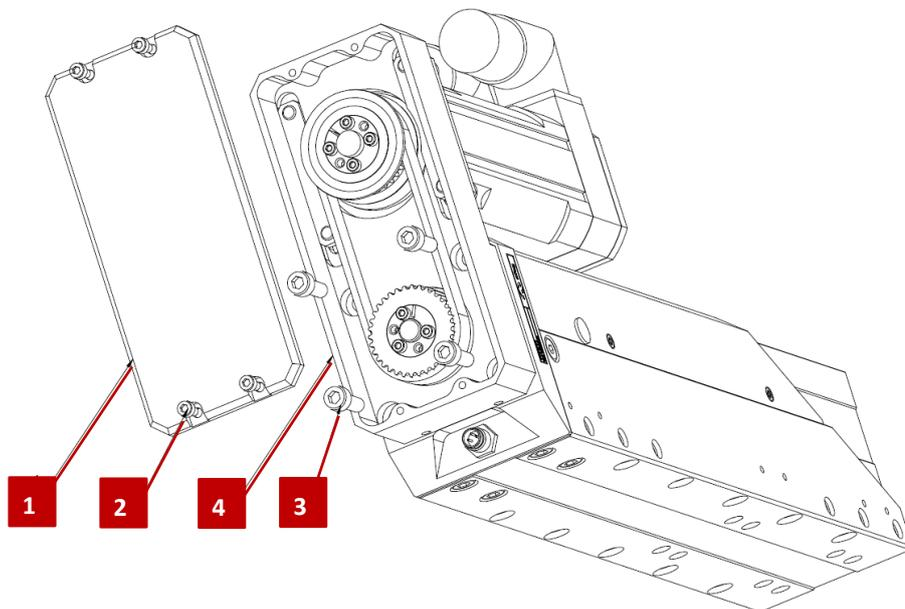

Fig. 8 Changer la position du moteur
3. Enlevez les vis M3x6 (Fig. 8, 2) et retirez le couvercle (Fig. 8, 1).
4. Pour SA-3 et SA-3-FL : Dévisser les 4 vis M4x16 (Fig. 8, 3).
5. Pour SA-6 et SA-6-FL : Dévisser les 4 vis M5x16 (Fig. 8, 3).
6. Tournez le boîtier (Fig. 8, 4) de 90° vers la gauche ou la droite (pivoter).
7. Pour SA-3 et SA-3-FL : Serrez 4 x vis (Fig. 8, 3) M4x16 avec un couple de serrage de 4 Nm.
8. Pour SA-6 et SA-6-FL : Serrez 4 x vis (Fig. 8, 3) M5x16 avec un couple de serrage de 6 Nm.
9. Remontez et fixez le couvercle (Fig. 8, 1).